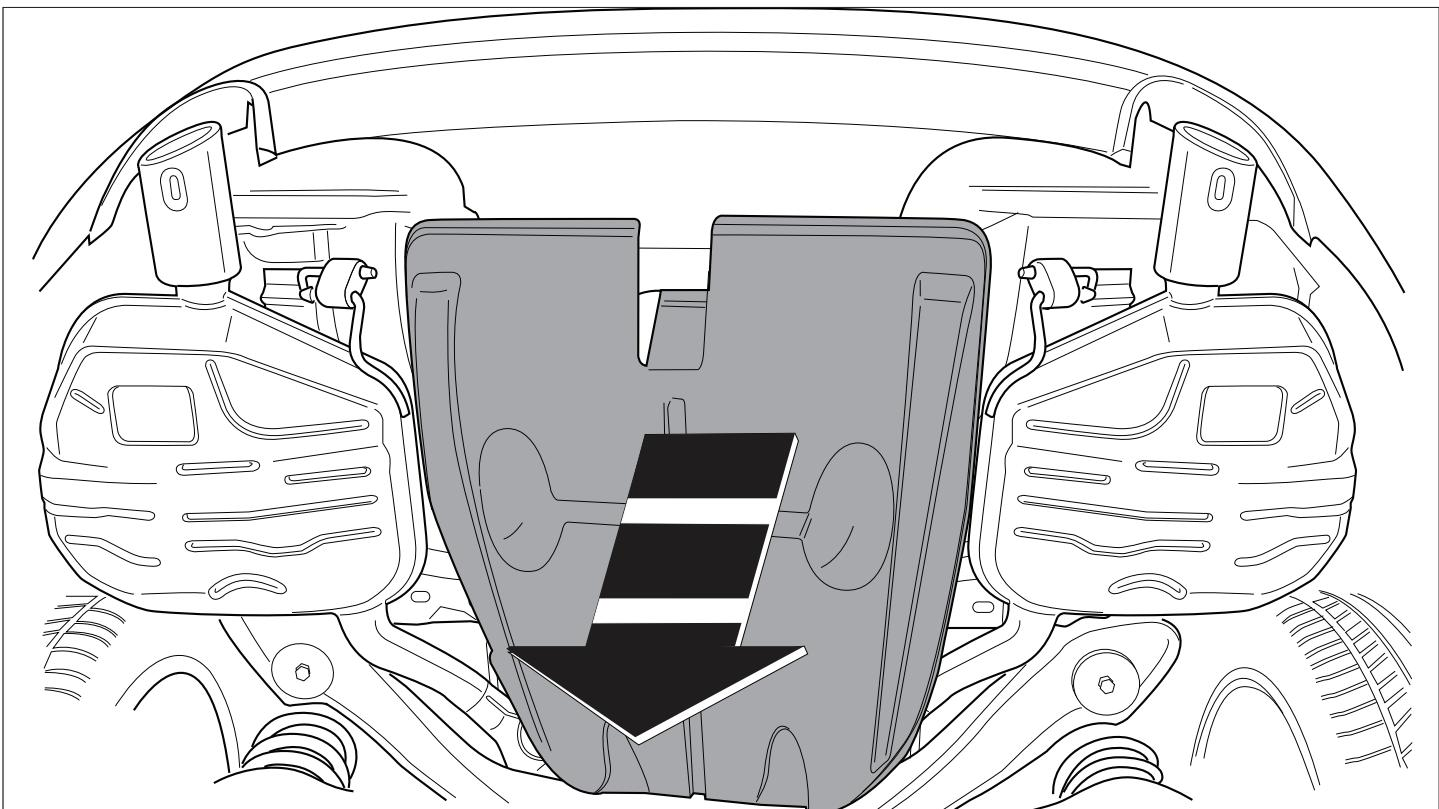

Fig.1
1. Demonter, om de findes, kunststof dækkepladen midt på undersiden. Se fig. 1.
1. Zdemonitowac, gdy obiecy, da spodu w czesci skokowej plynie olej - nowa z tworzyla sztucznego. Partz rysunek 1.